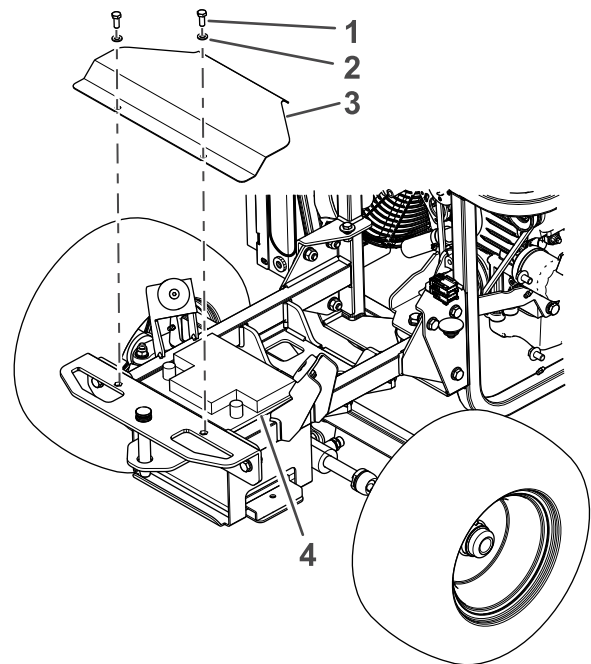

Figura 61
5. Retire los 2 pernos y las arandelas de la cubierta de la batería (Figura 61).
6. Retire la cubierta de la batería (Figura 61).